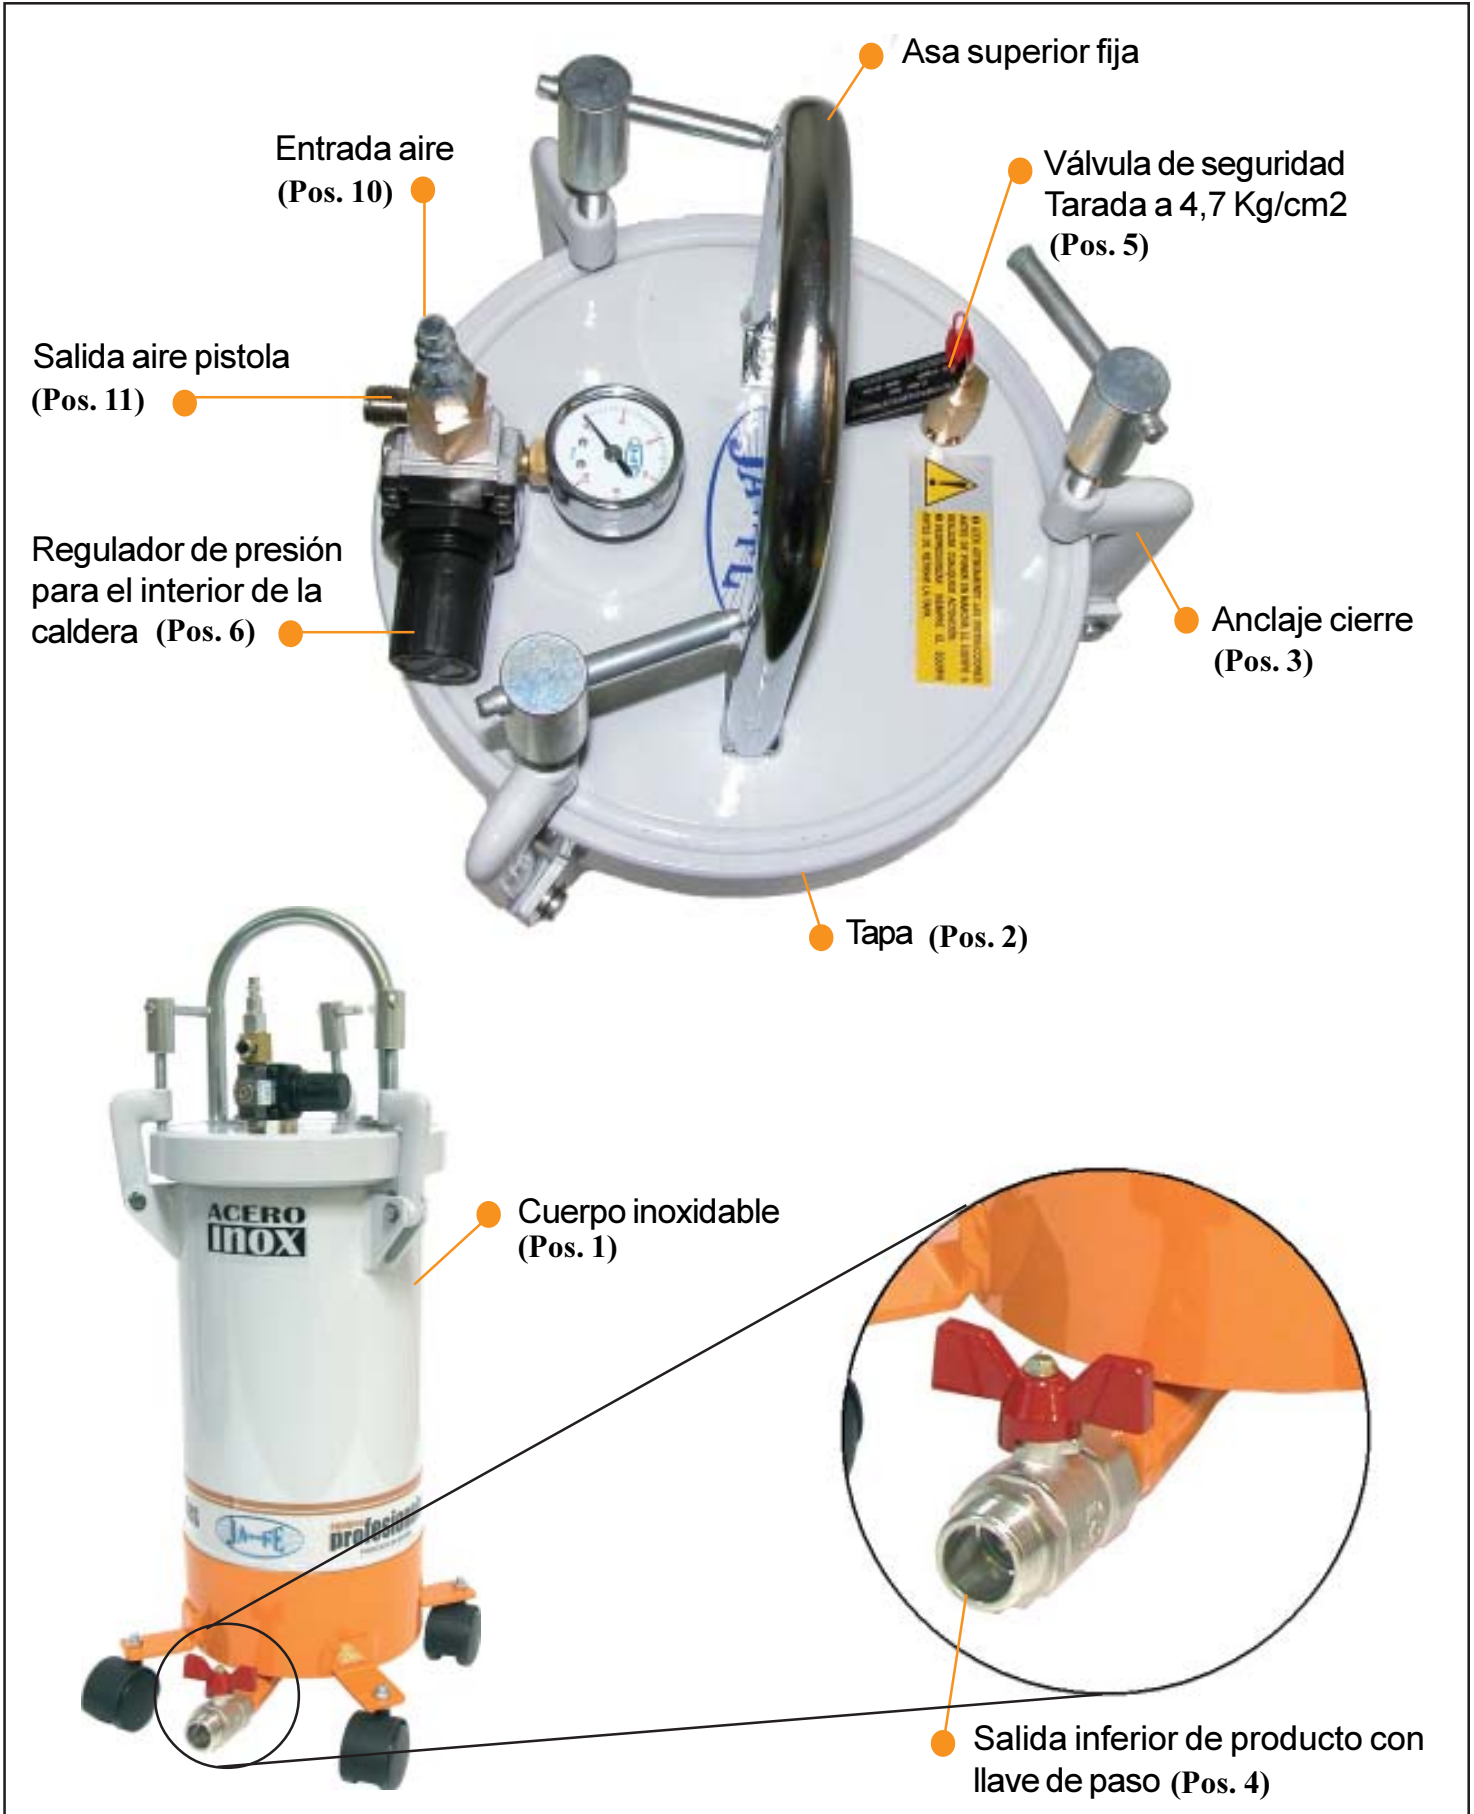

FIGURA-2
La caldera se compone principalmente del cuerpo (pos. 1, Figura 2) y de la tapa (pos. 2).
- 2) Abra la tapa (pos. 2 Figura 2) aflojando las bridas (pos. 3 Figura 2).
- 4) Al terminar la carga, cierre la tapa (pos. 3 Figura 2) apretando las bridas (pos. 3 Figura 2).
5) Accione el regulador de presión de aire (pos. 6 Figura 2) para controlar la presión del interior del calderín y regule la presión de pulverizado desde la pistola hasta ajustar las presiones de trabajo.